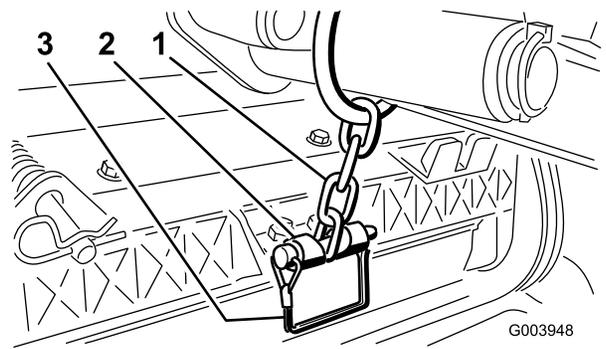

図 10
11. スナップピンを使って、昇降アームのチェーンを昇降アームに固定する 図 10。カッティングユニットのオペレーターズマニュアルに従って、決められたリンクを使用すること。